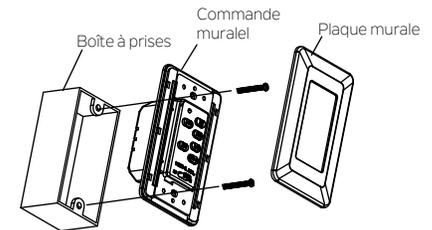

Fig. 20
Étape 2. Utiliser les vis (fournies) pour fixer la commande murale à la boîte à prises (Fig. 20).